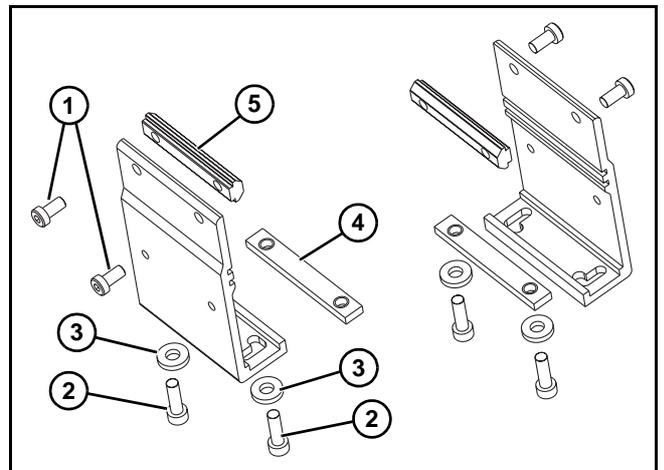
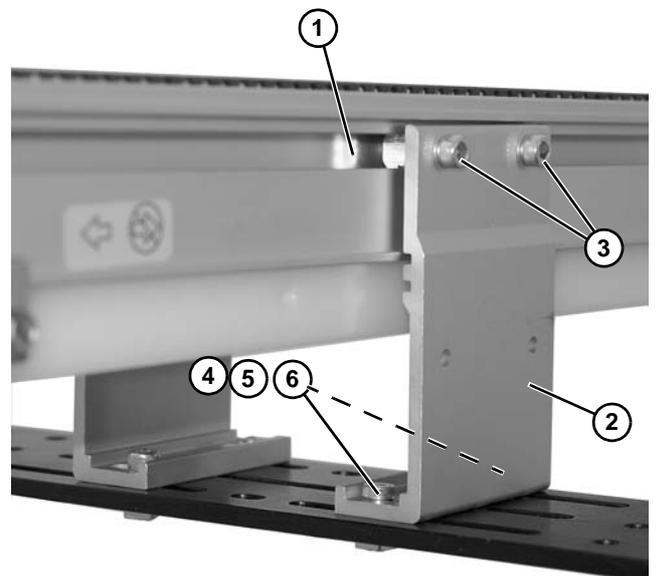

Figure 7
Figure 8
1. Localiser les supports. Ils sont illustrés sur la vue éclatée de la Figure 7.
2. Retirer les vis (**Figure 7, élément 1 et 2**), les rondelles (**Figure 7, élément 3**), les écrous (**Figure 7, élément 4**) et les barres en T (**Figure 7, élément 5**) des supports.
3. Insérer les barrettes en T (**Figure 7, élément 5**) dans les encoches latérales du convoyeur (**Figure 8, élément 1**). Fixer les supports (**Figure 8, élément 2**) sur le convoyeur à l'aide des vis (**Figure 8, élément 3**).
4. Fixer les supports à l'aide des vis (**Figure 8, élément 4**), des rondelles (**Figure 8, élément 5**) et des écrous (**Figure 8, élément 6**).
5. Serrer les vis (**Figure 8, élément 3**) et 4) au couple de 7 N.m.